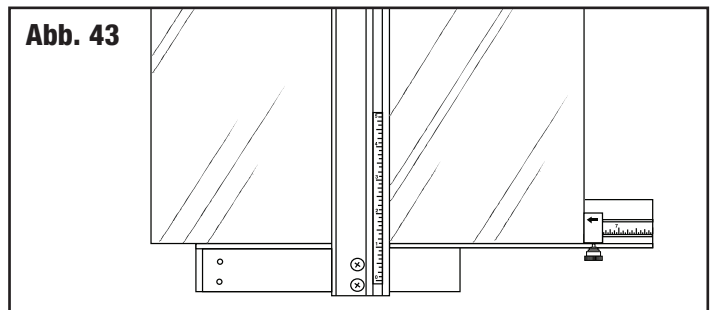

Abb. 44
5. Drücken Sie einen Tropfen des Schneidöls auf das Schneidrädchen (**Abb. 44**).